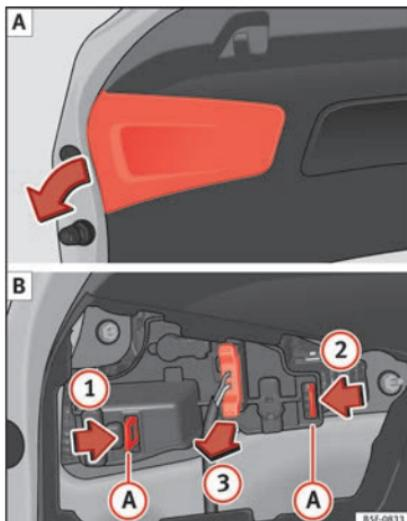

Fig. 113 Retirer le cache sur le hayon du coffre à bagages et démonter le porte-ampoule.
- Retirez le cache du hayon dans le sens de la flèche » fig. 113 [A].
- Déverrouillez les languettes de fixation (A) du porte-ampoule, en suivant le sens des flèches (1) et (2) » fig. 113 [B].
- Retirez le porte-ampoule de son logement dans le sens de la flèche (3) » fig. 113 [B].
- Remettez le porte-ampoule en place en vérifiant que les clips de fixation **A** **» fig. 113 B** sont correctement fixés.